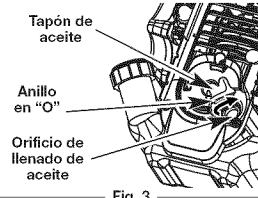

Fig. 3
3. Saque el tapón de aceite/varilla de medición del cigüeñal (Fig. 3).